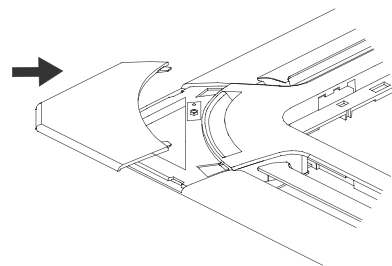

Рис. 10.6
6. Установите монтажные уголки на четыре угла, прижимая их к центру блока (см. рис. 10.6).